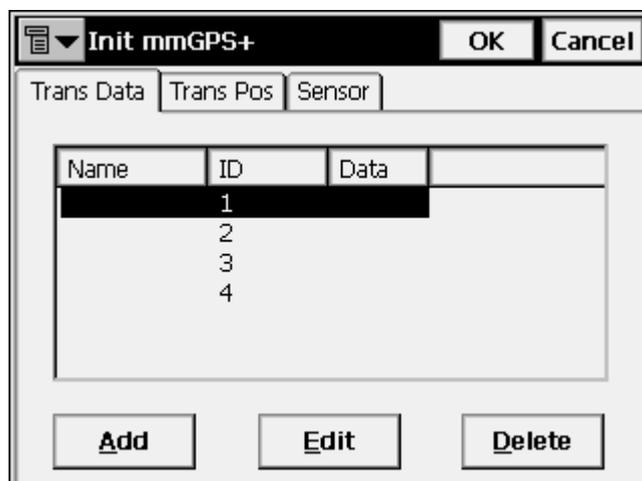

Рисунок 6-4. Подготовка mmGPS - передача данных
3. Выбрав вкладку *Trans Data (Лазер)* в окне **Init mmGPS+ (Иниц. mmGPS+)**, задайте **ID**, соответствующий каналу лазерного построителя зоны, после чего нажмите **Add (Добавить)** (рис. 6-4).